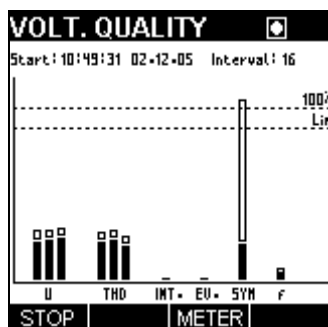

Abb. 9.3: Bildschirm LAUF SPANNUNGSQUALITÄT
Die Funktion "Spannungsgüte" speichert folgende Parameter und wertet sie aus:  $U_{Mit}$ , kurze Spannungseinbrüche, transiente Überspannungen, Unterbrechungen, Frequenz, THD und Unsymmetrie. Sie werden alle entsprechend der internationalen Norm EN 50160 : 1999 „Merkmale der Spannung in öffentlichen Elektrizitätsversorgungsnetzen“ berechnet. Zu Einzelheiten der EN 50160 siehe Abschnitt 15.7. Der Anwender kann die Nennspannung und die Integrationsperiode bestimmen. Zusätzlich kann er vordefinierte (EN 50160) oder kundenspezifische Schwellwerte für Spannungsabweichungen, Spannungseinbrüche, transiente Überspannungen und Unterbrechungen wählen. Während und nach der Messung wird ein Balkendiagramm benutzt, um die Ergebnisse und die Einhaltung der Norm auszuwerten. Im Balkendiagramm können folgende Werte beobachtet werden (Abb. 9.3: Bildschirm LAUF SPANNUNGSQUALITÄT ):
Der obere, unausgefüllte Teil des Spannungsbalkens (Abb. 9.3: Bildschirm LAUF SPANNUNGSQUALITÄT ) stellt die maximale Abweichung von  $U_{nenn}$  für alle Daten (100 %) dar. Wenn dieser Balken die 100%-Grenzwertlinie nicht schneidet, bedeutet das, dass alle Daten innerhalb von +10 %, -15 % liegen. EN 50160 fordert zusätzlich, dass alle gemessenen Spannungen innerhalb des Bereiches +10 %, -15 % liegen sollten.
- **THD:** Stellt den Gesamt-Oberschwingungsgehalt in drei Balken (L1, L2, L3) dar, einem für jede Phase. Die Grenzwertlinie (Lim, 100%) zeigt 8% der THD. Der untere, ausgefüllte Teil stellt 95 % der gesammelten Daten dar, während der obere, unausgefüllte Teil die Statistik für alle Daten darstellt. Wenn daher der gefüllte Balken die Lim-Linie (Abb. 9.3: Bildschirm LAUF SPANNUNGSQUALITÄT ) nicht kreuzt, bedeutet das, dass die THD der Norm EN 50160 entspricht. Wenn der ungefüllte Balken die 100%-Linie nicht schneidet, bedeutet das, dass die THD während der gesamten Aufzeichnung niedriger als 8 % war.
- **SYM:** Stellt Unsymmetrie im Drehstromnetz dar. Die Grenzwertlinie (Lim, 100%) zeigt, ob die Unsymmetrie größer als 2 % war. Der untere Teil des Balkens stellt 95 % der Daten dar, während der obere alle Daten darstellt. Wenn der ungefüllte Balken die Grenzwertlinie nicht schneidet, bedeutet das, dass alle Daten innerhalb des 2%-Bereiches liegen. Wenn daher der gefüllte Balken die Lim-Linie (Abb. 9.3: Bildschirm LAUF SPANNUNGSQUALITÄT ) nicht kreuzt,
- f: Stellt die Frequenzabweichung dar; die Grenzwertlinie zeigt 1 % von 50 Hz. Der untere (gefüllte) Teil des Balkens (Abb. 9.3: Bildschirm LAUF SPANNUNGSQUALITÄT ) stellt 95,5% der Daten dar, während der obere alle Daten darstellt. Wenn der gefüllte Balken die Grenzwertlinie nicht schneidet, bedeutet das, dass 99,5 % der Daten innerhalb des 1-%-Bereiches liegen. Wenn der ungefüllte Balken die 100-%-Linie nicht schneidet, bedeutet das, dass die Frequenzabweichung nie höher als 1 % war. Wenn daher der gefüllte Balken die Lim-Linie (Abb. 9.3: Bildschirm LAUF SPANNUNGSQUALITÄT ) und der ungefüllte die 100-%-Linie (Abb. 9.3: Bildschirm LAUF SPANNUNGSQUALITÄT) nicht kreuzt, bedeutet das, dass die Frequenz der Norm EN 50160 entspricht.